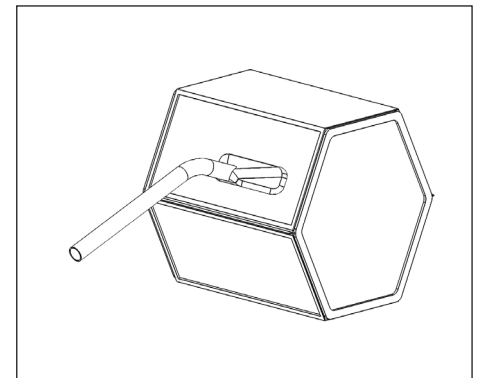

Fig. 8.k
- Pulire i ventilatori ogni anno con un aspirapolvere. La necessità di eseguire questa operazione può variare da caso in caso a seconda delle condizioni ambientali interne ed esterne. Non rimuovere mai le graffette di bilanciatura presenti sul motore (Fig. 8.f-g-j-l).